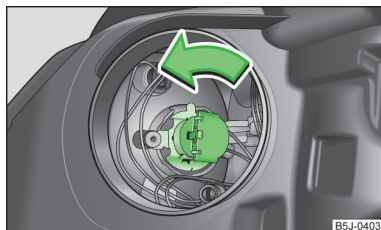

Fig. 164
- Girare il connettore con la lampadina sino all'arresto in direzione della freccia » fig. 164 e quindi estrarlo.